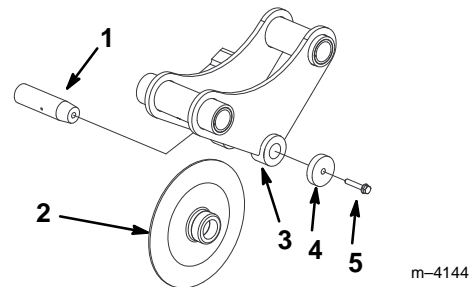

Figure 4
2. Déposer la vis, la rondelle et l'axe du coutre (Fig. 4).
3. Placer le coutre dans son support (Fig. 4).
4. Insérer l'axe dans le support et le coutre, et le fixer à l'aide de sa vis et de sa rondelle (Fig. 4).